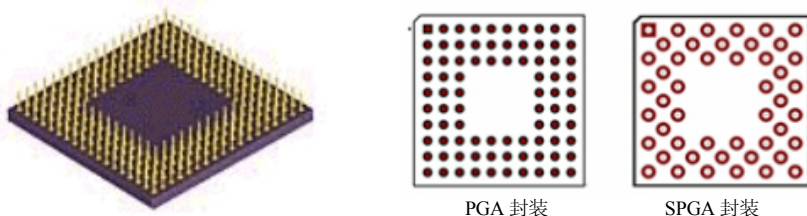

图 9-16 PGA 元件及其封装
7) PGA (Pin Grid Array, 引脚栅格阵列) 封装: PGA 是一种传统的封装形式, 其引脚为直插式引脚, 从芯片底部垂直引出, 且整齐地分布在芯片底部四周。早期的 X86 CPU 均是这种封装形式。通常引脚数从 64~447 不等, 封装名一般为 PGA x, 其中 x 为引脚数目。SPGA 与 PGA 封装相似, 区别在于其引脚排列方式为错开排列, 利于引脚出线。CPGA 为陶瓷封装的 PGA。图 9-16 所示为 PGA 元件外观及 PGA、SPGA 封装。